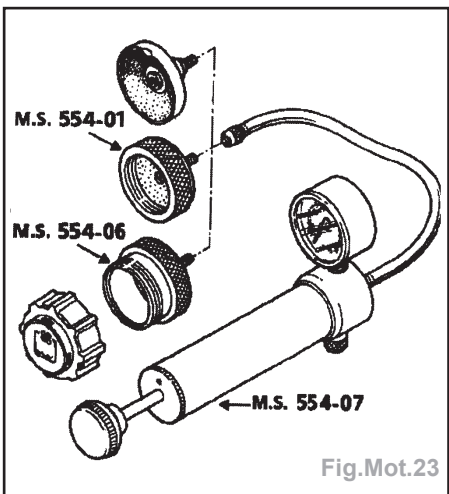

Fig.Mot.23
- Remplacer la soupape de vase d'expansion par l'adaptateur M.S. 554-01 (Fig. Mot.23).